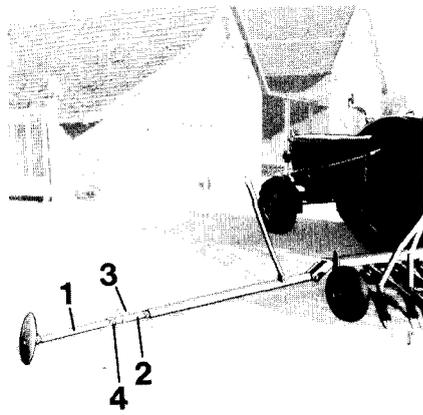

Abbildung 8
6. Die Spuranreißer (Abb. 8/1) in die dafür vorgesehenen Halterohre (Abb. 8/2) stecken und mit Knebelschrauben (Abb. 8/3) festklemmen.
Der Stellring (Abb. 8/4) dient zum Einstellen des ermittelten Spuranreißermaßes.
Die Achse der Spuranreißerscheibe ist schräg angebracht. Durch Drehen des Verstellrohres (Abb. 8/1) kann je nach Bodenart die Scheibe so eingestellt werden, daß eine deutliche Spur auf dem Erdboden angerissen wird.